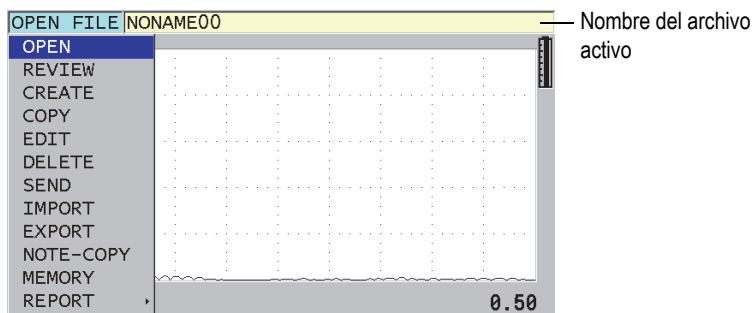

Figura 11-1 Nombre del archivo activo en la zona de identificación
El registrador de datos del 39DL PLUS es un sistema basado en archivos que permite abrir un archivo a la vez. El archivo activo almacena una medida en una localización con un N.º de identificación de medición de espesor. Cada vez que la tecla **[SAVE/SEND]** es pulsada, la lectura de la medición, que aparece en la pantalla, es almacenada con el número de identificación (ID) en curso del archivo activo. El ID incrementará automáticamente en las siguientes mediciones. Al pulsar la tecla **[FILE]**, el nombre del archivo activo aparece en la zona de identificación (arriba del menú) [ver Figura 11-1 en la página 189].